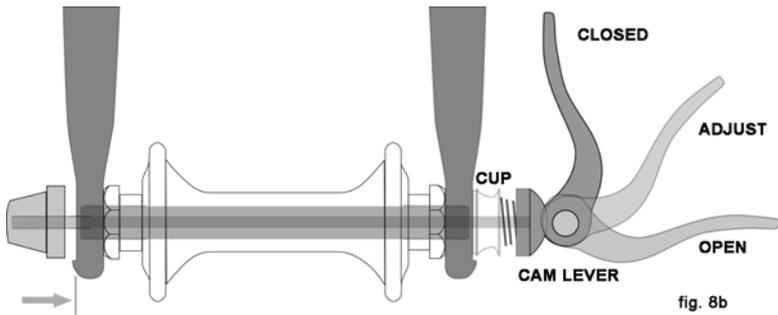
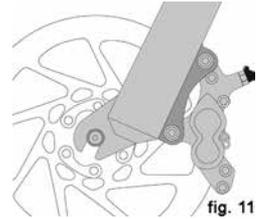
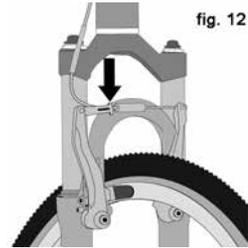

fig. 8b
fig. 11
fig. 12
Derzeit sind zwei Varianten des Exzenter-Schnellverschlussystems verfügbar: der traditionelle Exzenter-Schnellverschluss (Abb. 8a) und der Exzenter-Schnellverschluss mit einem Distanzstück (Abb. 8b). Beide verwenden ein Excenterklemmverfahren, um das Rad einzuspannen. Ihr Fahrrad kann mit dem System mit Distanzstück am Vorderrad und dem traditionellen System am Hinterrad ausgestattet sein.
b. Einstellen des Exzenter-Schnellverschlusses mit Distanzstück (Abb. 8b)
(1) Falls Ihr Fahrrad Felgenbremsen hat, lösen Sie den Schnellspanverschluss, um den Abstand zwischen dem Reifen und den Bremsblöcken zu vergrößern (Siehe Abschnitt 4.C, Abb. 11 bis 15).
(3) Falls Ihre Vordergabel eine sekundäre, z.B. aufgesteckte, Rückhalteeinrichtung hat, lösen Sie diese. Falls Ihre Vordergabel eine integrierte sekundäre Rückhalteeinrichtung hat (Abb. 8a), lösen Sie die Einstellmutter genug, um das Rad aus den Ausfallenden entfernen zu können. Falls Ihr Vorderrad einen Exzenter-Schnellverschluss mit Distanzstück verwendet (Abb. 8b), drücken Sie das Distanzstück und den Verstellhebel zusammen, während Sie das Rad entfernen. Mit dem Exzenter-Schnellverschluss mit Distanzstück ist keinerlei Drehen von Teilen nötig.
wegbiegt. (Abb. 8b). Dies ist die OFFENE Position. Falls Ihr Fahrrad ein verschraubtes oder mit einem durchgehenden Bolzen befestigtes Vorderrad hat, gehen Sie zum nächsten Schritt.
(3) Falls Sie einen traditionellen Exzenter-Schnellverschluss haben: Während Sie den Befestigungshebel mit Ihrer rechten Hand in der EINSTELLEN-Position halten, ziehen Sie die Einstellmutter mit der linken Hand an, bis sie handfest am Gabel-Ausfallende anliegt. (Abb. 8a). Falls Sie einen Exzenter-Schnellverschluss mit Distanzstück haben: Die Mutter und das Distanzstück (Abb. 8b) sollten in den hinteren Teil der Gabel-Ausfallenden eingerastet und keine Anpassung nötig sein.
(4) Während Sie das Rad fest ans obere Ende der Schlitze in den Gabel-Ausfallenden drücken und gleichzeitig die Felge in der Gabel zentrieren:
(2) Falls Ihr Fahrrad Felgenbremsen hat, lösen Sie den Schnellspannverschluss, um den Abstand zwischen der Felge und den Bremsblöcken zu vergrößern (siehe Abschnitt 4.C, Abb. 11 bis 15).
(3) Bei einem Kettenschaltwerk, ziehen Sie den Umwerfer mit der rechten Hand zurück.
(4) Bei einem Exzenter-Schnellverschluss, bringen Sie den Schnellspannverschluss in die OFFENE Position (Abb. 8b). Bei einem verschraubten oder mit einem durchgehenden Bolzen befestigten Mechanismus, lösen Sie den/die Verschlüsse mit einem passenden Schraubenschlüssel, Felgenschlüssel oder dem integrierten Lösehebel; drücken Sie dann das Rad weit genug nach vorne, um die Kette vom hinteren Zahnkranz entfernen zu können.
(5) Heben Sie das Hinterrad ein Stück über den Boden und entfernen Sie es aus den hinteren Auslaufenden.
- 3. Manche Fahrradbremsen, wie zum Beispiel Scheibenbremsen (Abb. 11) und Direktzugbremsen (Abb. 12), sind überaus leistungsstark. Geben Sie sich besondere Mühe, sich mit diesen Bremsen vertraut zu machen und seien sie besonders vorsichtig bei deren Verwendung.**
Die meisten Bremsen haben eine Art von Schnellspanverschluss, um die Bremsklötze vom Reifen zu lösen, wenn ein Rad entfernt oder wieder eingesetzt wird. Wenn der Schnellspanverschluss der Bremse in der offenen Position ist, sind die Bremsen nicht funktionsfähig. Fragen Sie Ihren Händler, um sicherzugehen, dass Sie verstehen, wie der Schnellverschlussmechanismus Ihres Fahrrads funktioniert (siehe Abb. 12, 13, 14 & 15) und vergewissern Sie sich jedes Mal, dass die Bremsen ordnungsgemäß funktionieren, bevor Sie sich auf das Rad setzen.